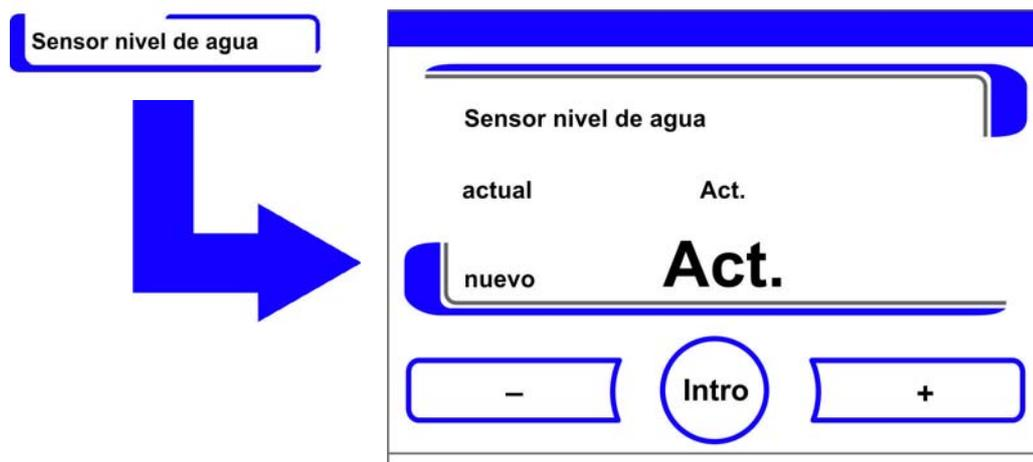

Figura 6-40. Ajustar el sensor de nivel de agua
- Se muestra el cuadro de edición de Figura 6-40.